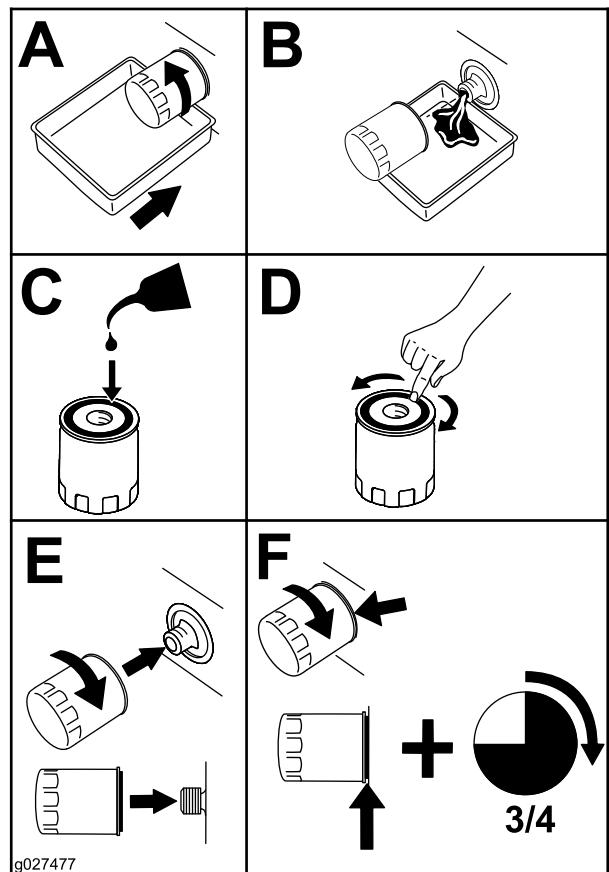

図 37
2. エンジンオイルフィルタを交換する図 37。
3. 図 37 のように、点火プラグを取り外す。